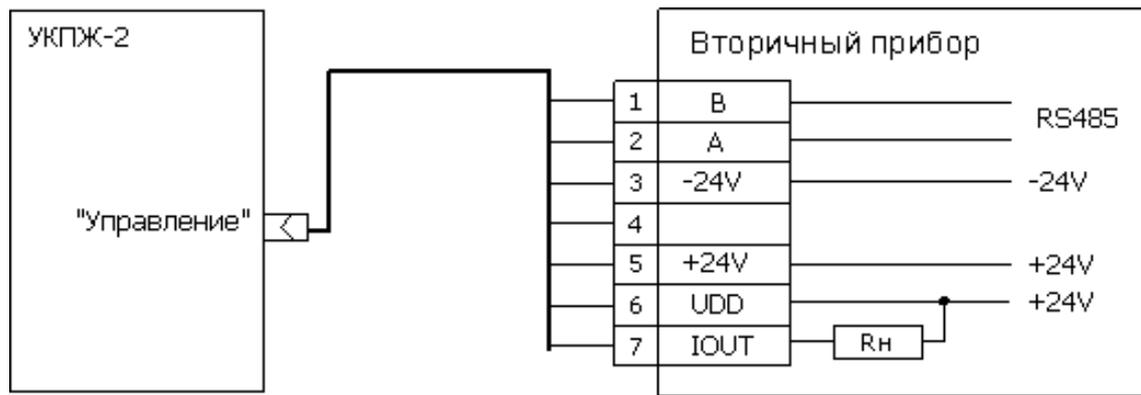

Рис.3. Схема подключения датчика
9.3. Подсоединение к прибору производится в соответствии со схемой, приведенной на рис. 3, при отключенном питании, кабелем УКПЖ-2, входящим в комплект поставки.